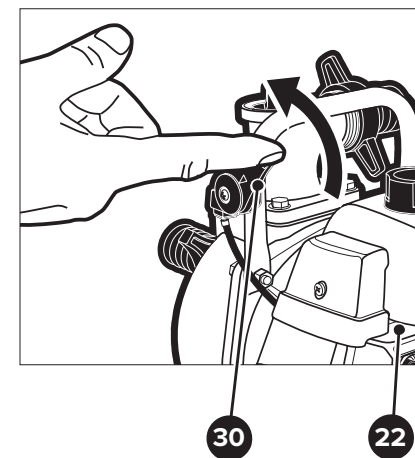

Рисунок 12 — Положение «МИН» рычага газа для прогрева двигателя мотопомпы
- После того, как двигатель 22 запустится, медленно установите рычаг газа 30 (см. рис. 12) в крайнее левое положение «МИН» соответствующее минимальной частоте вращения двигателя. Прогрейте двигатель 22 в течение 2–3 минут.
- Если не требуется высокая производительность мотопомпы, уменьшите частоту вращения двигателя 22, медленно поворачивая рычаг газа 30 к положению «МИН» (см. рис. 12 и 13). Работа мотопомпы в таком режиме позволяет экономить топливо и в некоторой степени продляет ресурс двигателя.